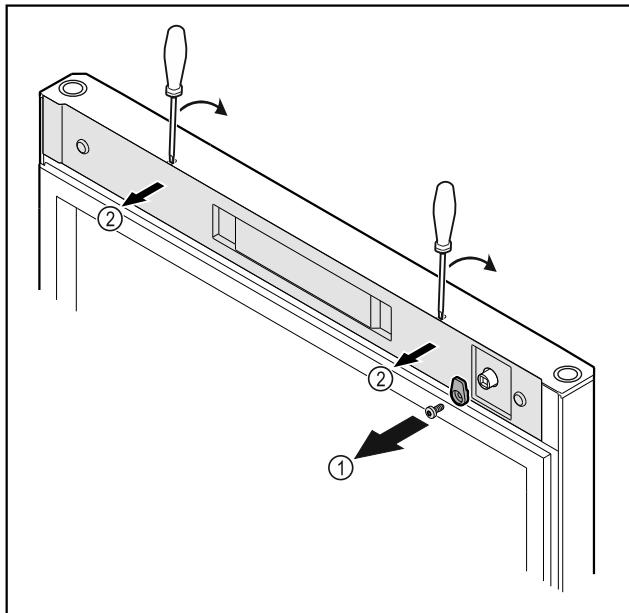

Fig. 11
- Odskrutkujte zatvárací hák Fig. 11 (1).
- Odistite kryt Fig. 11 (2) malým skrutkovačom a odoberte ho.